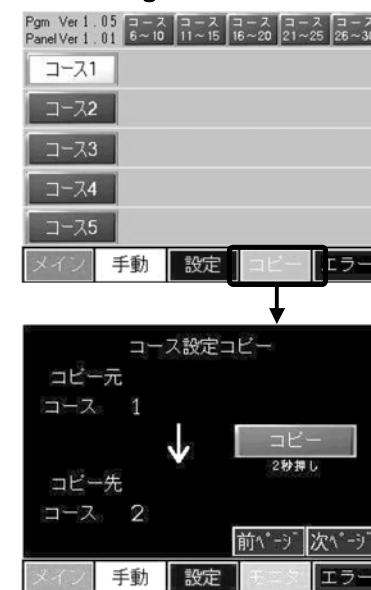

Figure 7-16
- 1) コース選択画面の**コピー**を押すと、コース設定コピー画面に切り替わります。(Figure 7-16)